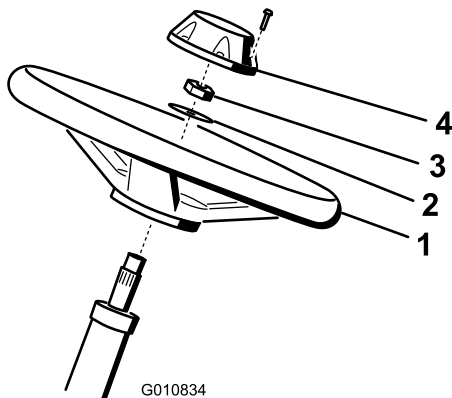

Figure 5
1. Glissez le volant sur l'arbre de direction (Figure 5).
2. Glissez la rondelle sur l'arbre de direction (Figure 5).
3. Fixez le volant sur l'arbre avec un écrou de blocage serré à un couple de 27 à 35 Nm (Figure 5).
4. Fixez le couvre -moyeu au volant avec une vis (Figure 5).